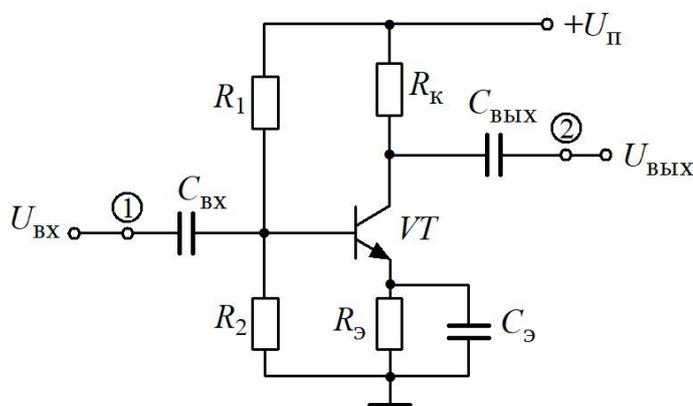

Рис. 2.8. Усилительный каскад
Электрическая схема усилительного каскада с ООС по частоте приведена на рис. 2.8. Точки (1) и (2) на схеме – места подключения щупов осциллографа каналов СН1 и СН2 соответственно. Канал СН1 – отображение входного напряжения, канал СН2 – выходного.